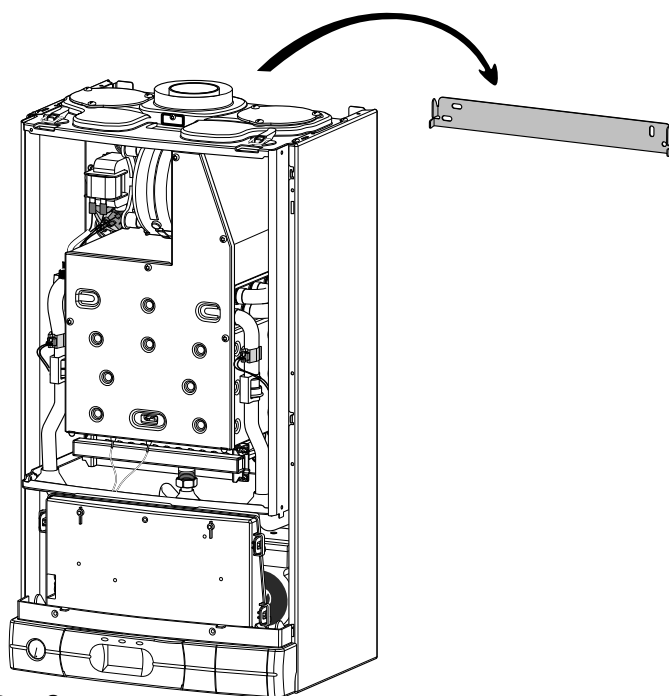

Рис.8
- и опустите до упора (рис. 8);